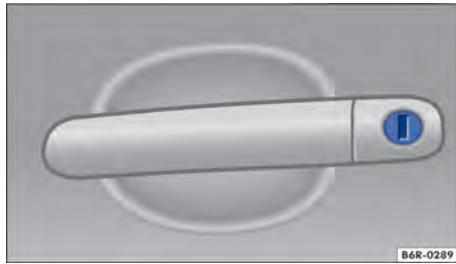

Fig. 49 Maçaneta da porta do condutor com cilindro de fechadura.
- Introduzir a haste da chave no cilindro da fechadura e destravar ou travar o veículo → Fig. 49.